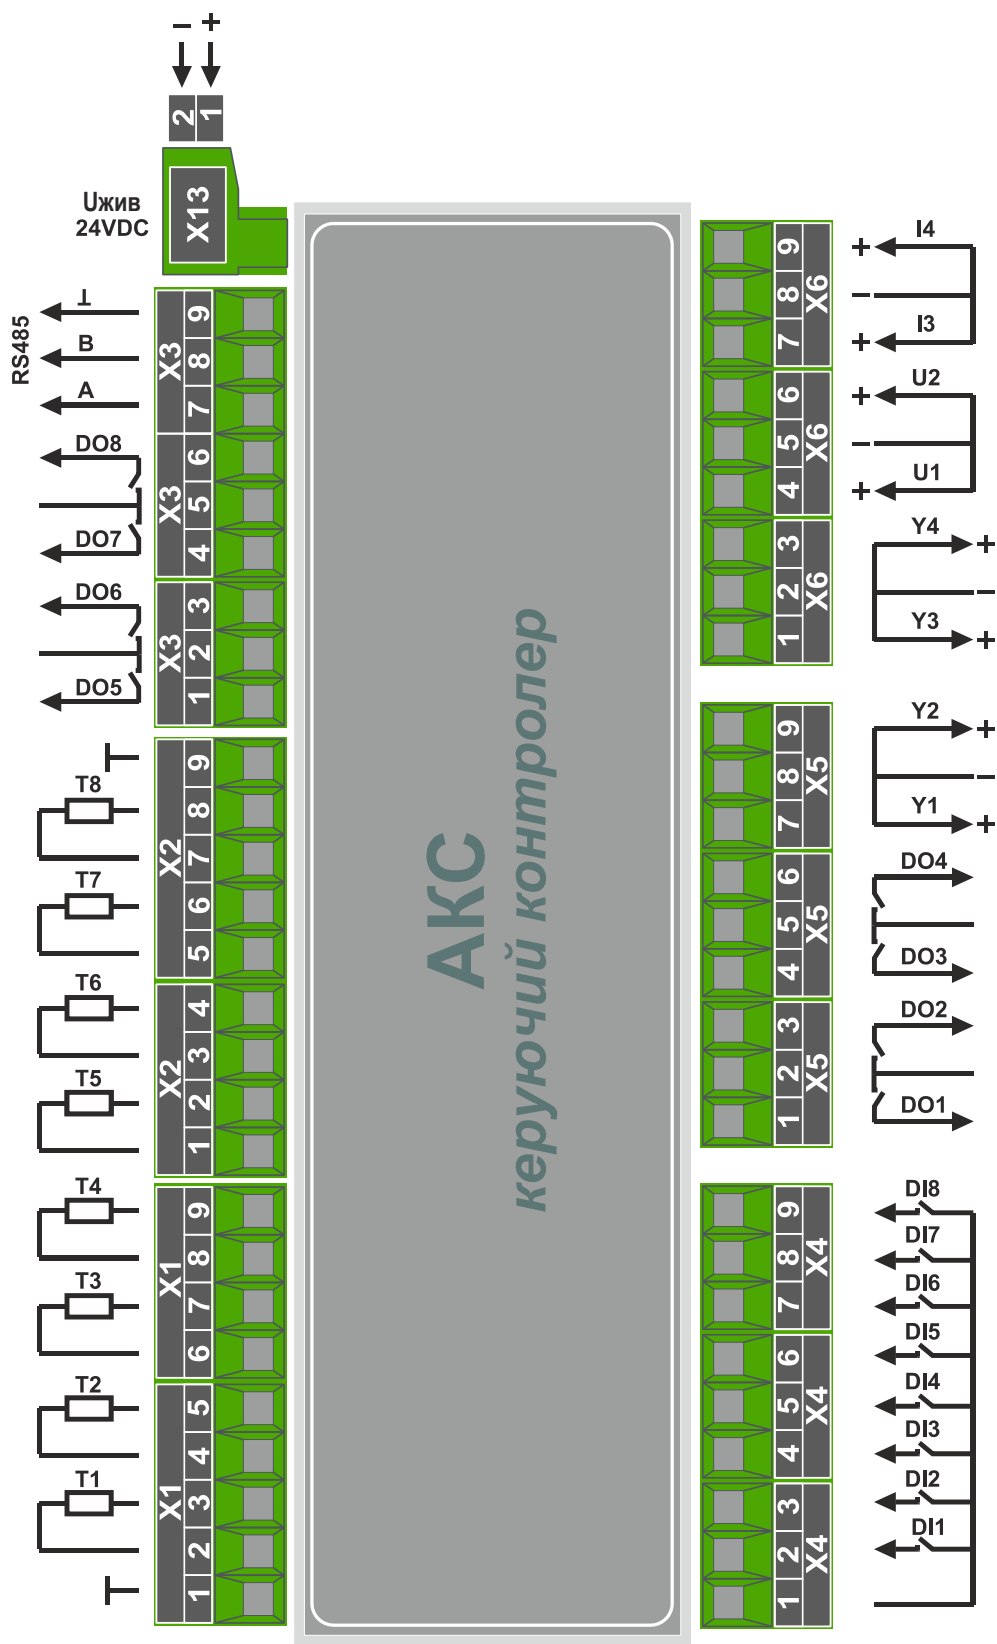

Рис.9.2 – Призначення контактів керуючого контролера
9.2 Призначення контактів керуючого контролера наведено у рис. 9.2.